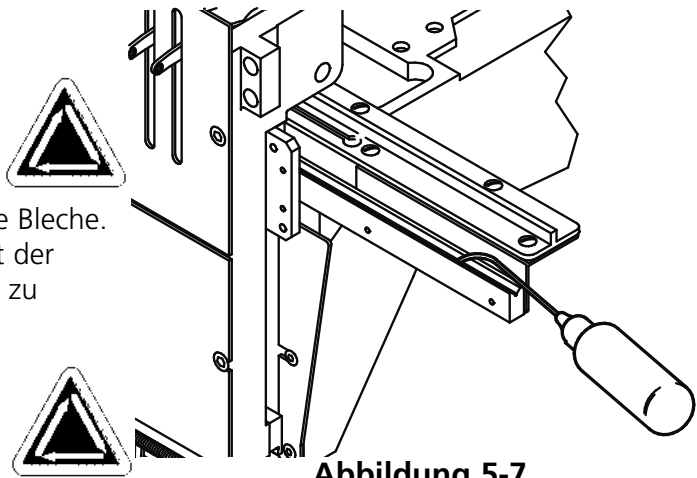

Abbildung 5-7
2. Abbildung 5-7 zeigt die Lagerspur ohne Bleche. Führen Sie den Öler durch das Loch mit der roten Hülse, um Zugang zu dieser Spur zu haben.